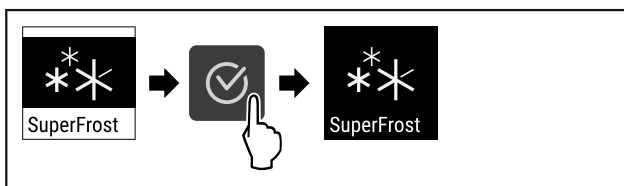

Fig. 65
- Følg anvisningene (se Fig. 65) .